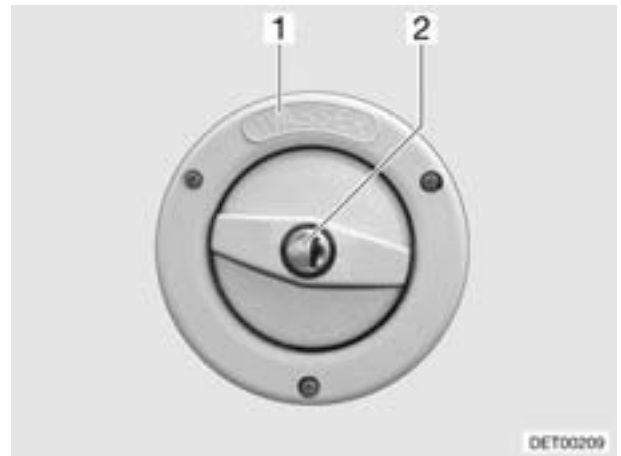

Bild 168 Verschlussdeckel für Frischwasser-Einfüllstutzen
Der Frischwasser-Einfüllstutzen ist durch den Schriftzug "WASSER" (Bild 168,1) gekennzeichnet. Der Verschlussdeckel wird mit dem Schlüssel für die Außenklappenschlösser geöffnet oder verschlossen.
- Schlüssel in Schließzylinder (Bild 168,2) stecken und eine viertel Umdrehung entgegen dem Uhrzeigersinn drehen.
- Frischwasser-Einfüllstutzen (Bild 168) öffnen.